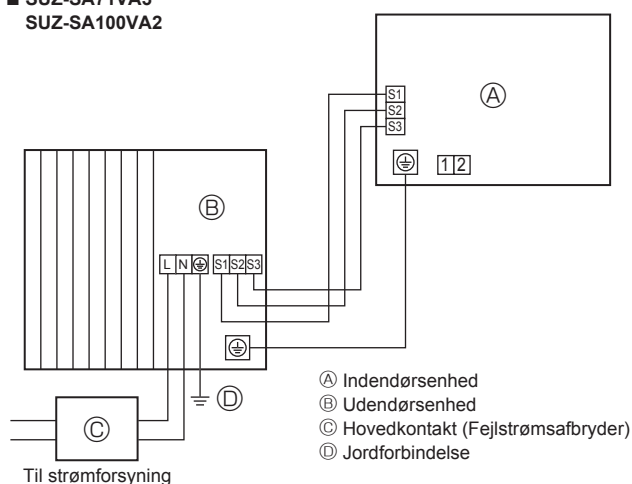
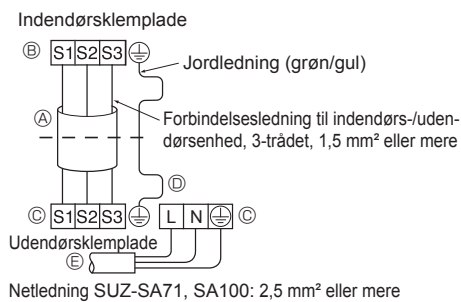
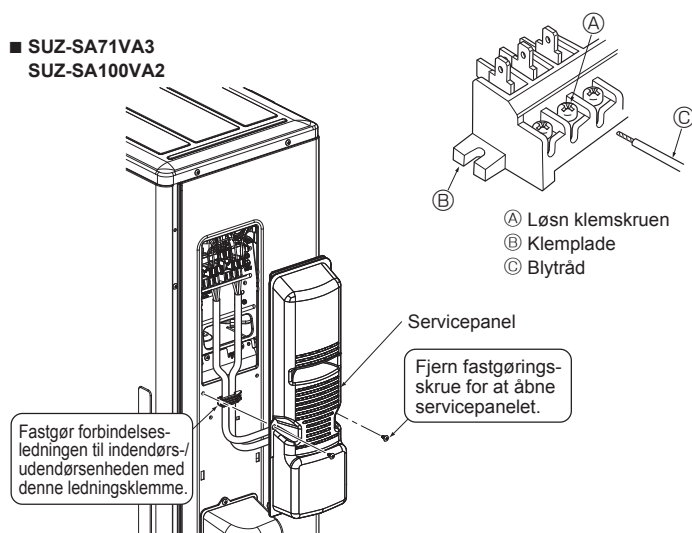

Fig. 5-1
Fig. 5-2
Fig. 5-3
### 5.1. Udendørsenhed (Fig. 5-1, Fig. 5-2, Fig. 5-3, Fig. 5-4)
- ① Fjern servicepanelet.
- ② Træk kablerne som vist i Fig. 5-1, Fig. 5-2, Fig. 5-3 og Fig. 5-4.
- Ledningerne trækkes som vist nederst til venstre i diagrammet. (Kabel fremskaffes lokalt) (Fig. 5-2)
- Pas på ikke at udføre forkerte tilslutninger. (Fig. 5-3)